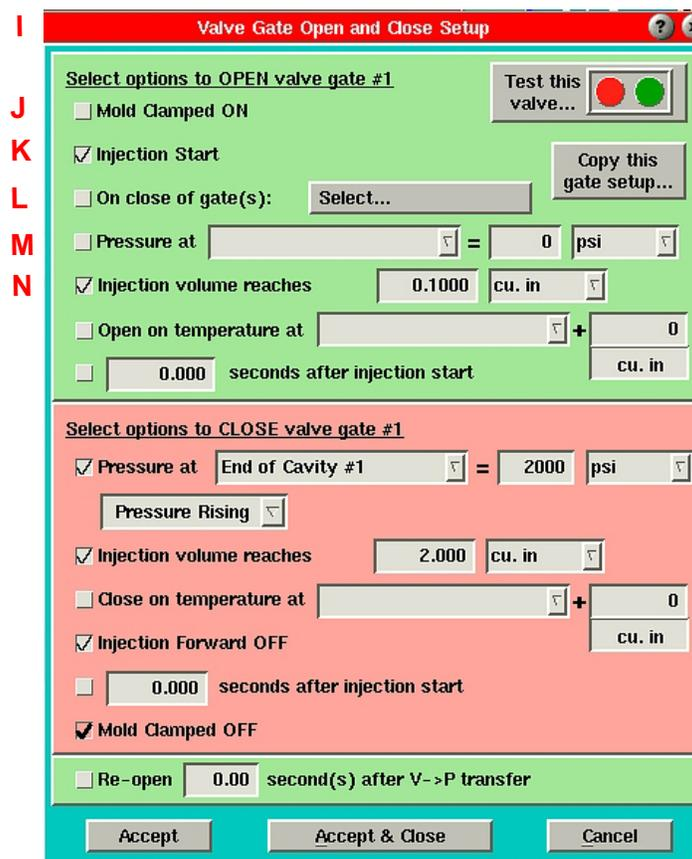

Figure 14 : outil de configuration d'ouverture et de fermeture de l'obturateur de seuil
- E. **Fermer l'obturateur sur le volume** : lorsque le volume (de la course/surface de vis) atteint ce niveau, l'obturateur se fermera. Si ce champ est en surbrillance bleue, l'obturateur s'est fermé sur le volume. La valeur dans cette colonne est présentée dans les unités sélectionnées sur l'écran de Contrôle de fermeture d'Obturateur de seuil (Figure 14).
Si la valeur est en gris et ne peut pas être réglée, la fermeture sur le volume n'est pas mis en service. Ouvrez l'écran de configuration d'Obturateur de seuil (Figure 14) et vérifiez la zone « Injection de volume atteint ».
- H. **Configuration** : chaque Obturateur de seuil possède des paramètres séparés pour les contrôles d'ouverture et de fermeture. Vous pouvez les définir en cliquant le bouton de Configuration pour chaque Obturateur de seuil spécifique et choisir soit le contrôle d'ouverture d'obturateur ou de Contrôle de fermeture d'obturateur à partir du menu. En plus, vous pouvez tester l'opération des contacts du contrôle de l'obturateur de seuil en sélectionnant « Tester cet obturateur ». (Voir Figure 14)